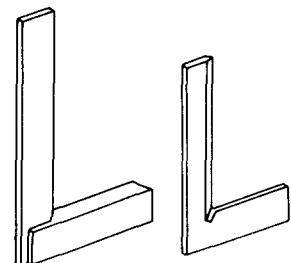

图 1-10 直角尺
(5) 角尺 也称直角尺，是钳工常用的测量工具，如图 1-10 所示。在划线时常用作划垂直线或平行线时的导向工具，也可用来找正工件在平台上的垂直位置。